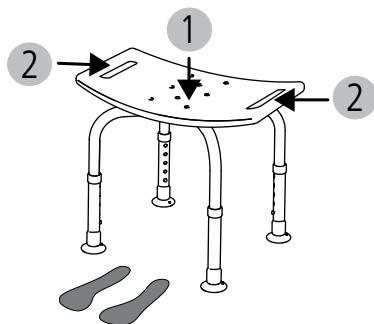

fig. 5
1. Le produit offre 6 hauteurs d'assise différentes. Pour adapter la hauteur, enfoncez les boutons à ressorts situés sur les pieds télescopiques (fig. 5, 1).
2. Réglez chaque pied télescopique à la longueur souhaitée (fig. 5, 2) jusqu'à ce que le bouton à ressort ressorte du trou et soit arrêté (fig. 5, 1).
1. Avant de soulever le produit, tous les pieds ventouses doivent être désolidarisés du sol. Tirez sur la languette du pied ventouse à cet effet (fig. 5, 3).